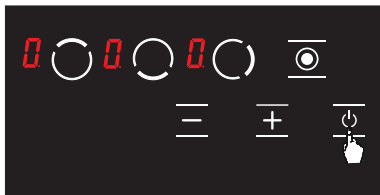

Рисунок 5
1. Нажмите кнопку, чтобы включить варочную панель. (см. Рисунок 5)